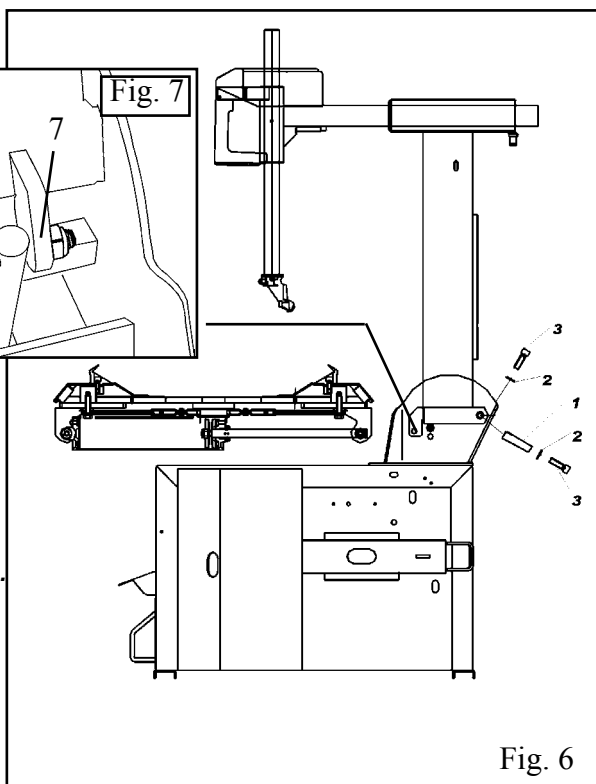

Fig. 6
Infilare il perno fulcro (1), le rondelle (2), le viti (3) e serrare. (Fig. 6)
Gelenkstift (1), Beilagscheiben (2), Schrauben (3) einsetzen und festmachen. Abb.6